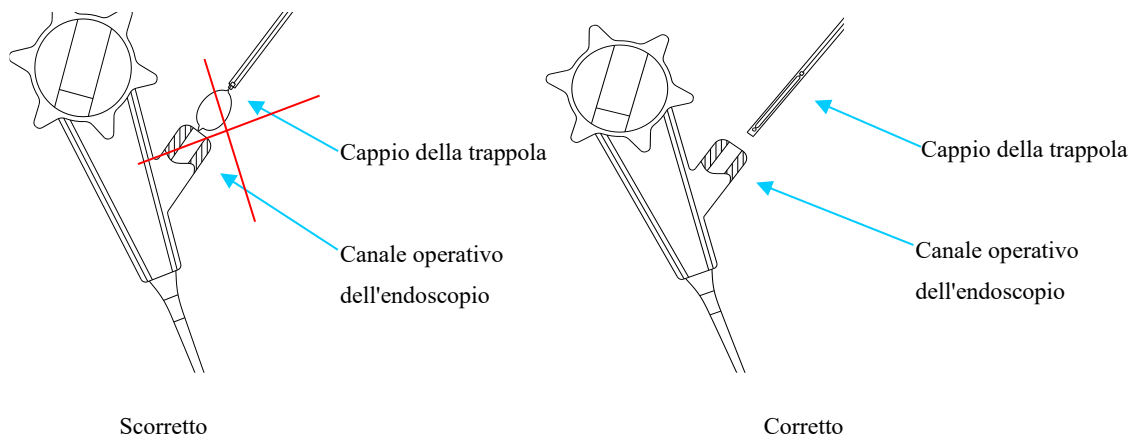
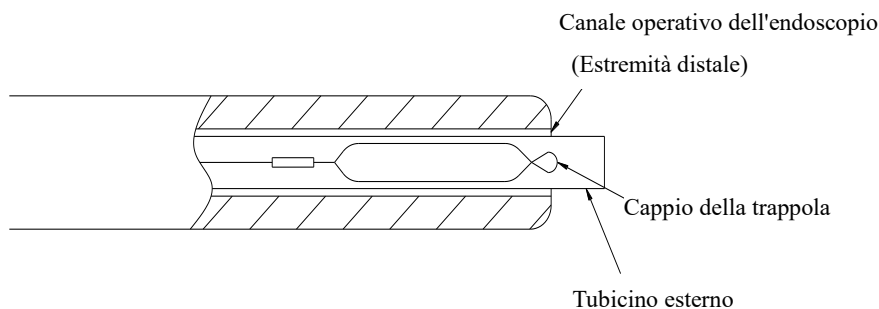

Figura 2
Figura 3
2. Azionare l'impugnatura della trappola per immettere il cappio all'interno del tubicino esterno (come mostrato nella figura 2). La trappola entra nel tratto digerente attraverso il foro del canale endoscopico. Sotto monitoraggio endoscopico, il tubicino esterno deve avere la possibilità certa di fuoriuscire dall'estremità distale del canale endoscopico (come mostrato nella figura 3).